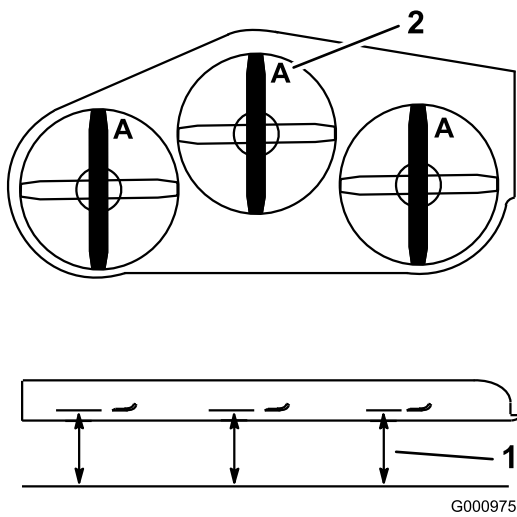

Figura 94
3. Gire las cuchillas hasta que los extremos estén orientados hacia adelante y hacia atrás (Figura 94). Mida desde una superficie nivelada hasta el filo de corte, posición A, de las cuchillas (Figura 94). Anote esta dimensión.